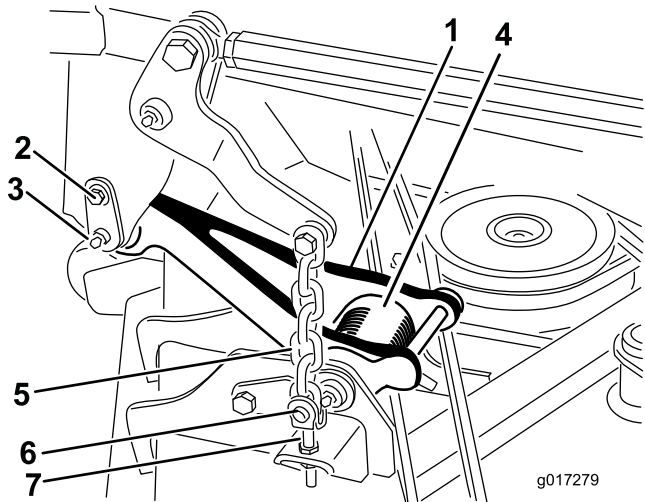

Figure 2
Remarque: Lorsque le plateau de coupe est relevé, la tension du ressort de torsion des tirants (Figure 2) est réduite, ce qui facilite le désaccouplement des tirants de la machine.
- A. Retirez la vis à épaulement qui fixe la goupille de retenue au bâti porteur (Figure 2).
- B. Sortez avec précaution la goupille de retenue du bâti porteur et du tirant (Figure 2).
6. Déposez les (4) goupilles de retenue et axes de chape qui fixent les chaînes de relevage aux chapes de réglage sur le plateau de coupe (Figure 2).
2. Déposez les (4) axes de chape et goupilles de retenue qui fixent les chaînes de relevage aux chapes de réglage sur le plateau de coupe (Figure 2).
5. Alignez le tirant sur le bâti porteur et fixez le tirant avec la goupille de retenue (Figure 2). Fixez la goupille de retenue au bâti avec la vis à épaulement (Figure 2).